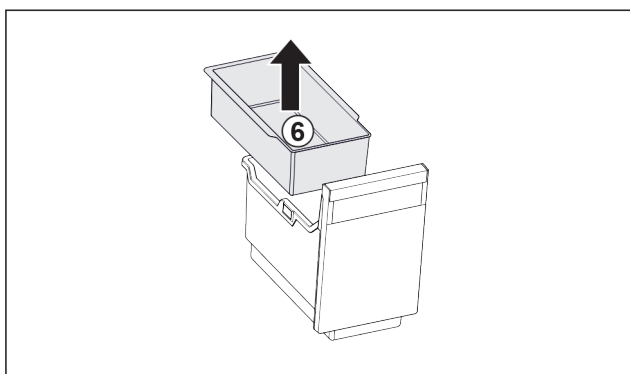

Fig. 19
- Retirer le Fig. 19 (6) balconnet pour glaçons.